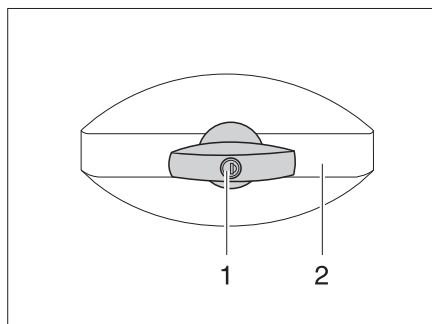

Fig. 27 Cerradura de la trampilla, de forma elíptica, cerrada
- Introducir la llave en el cilindro de cierre (Fig. 27,1) y girarla un cuarto de vuelta en sentido contrario a las agujas del reloj. El asidero de la cerradura (Fig. 27,2) se abre de golpe.